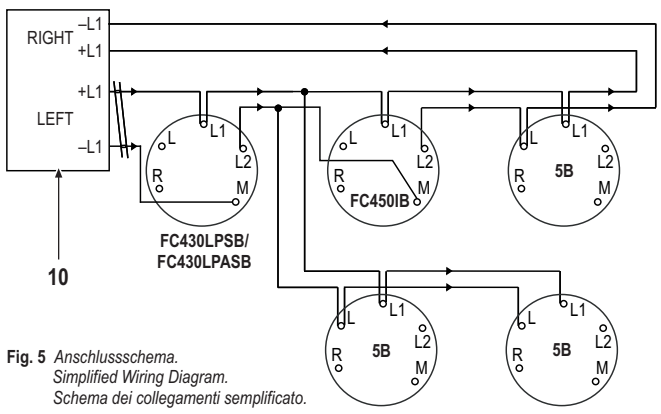

Fig. 5 Anschlussschema.
I cavi devono essere collegati come mostrato in Fig. 5 rispettando la corretta polarità.
- 4) Collegare la base FC430LP come mostrato in Fig. 5 rispettando la corretta polarità.